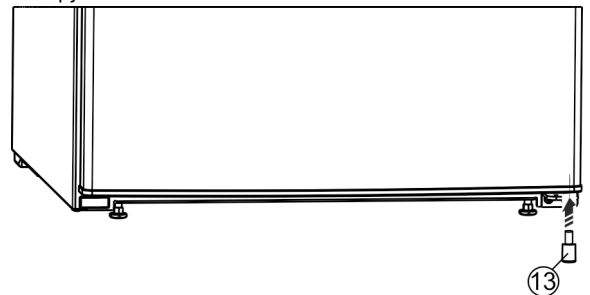

Fig. 27*
- Vendosni përsëri në vend pjesën distancuese Fig. 27 (13) djathtas poshtë në derë, sepse është e rëndësishme për qëndrueshmërinë e pajisjes.*